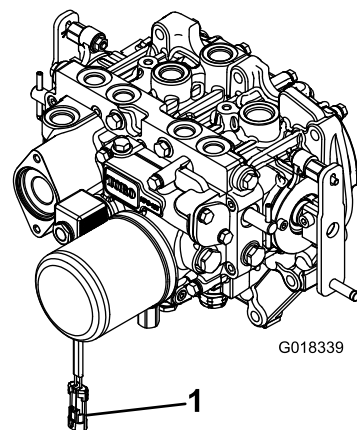

Figura 3
2. Desligue o conector elétrico da cablagem do conector da bobina da válvula do solenoide da tomada de força (Figura 3).
8. Depois da outra extremidade do veio da transmissão estar ligada ao veio da caixa de velocidades do acessório, ligue o conector da cablagem ao conector da bobina da válvula de solenoide da tomada de força (Figura 3).